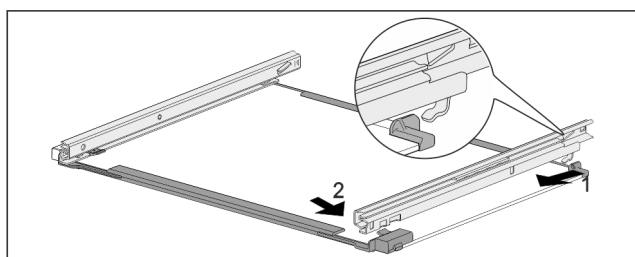

Fig. 143 Glashylla med skenor
- Haka fast skena baktill. Fig. 143 (1)
- Haka fast skena framtill. Fig. 143 (2)